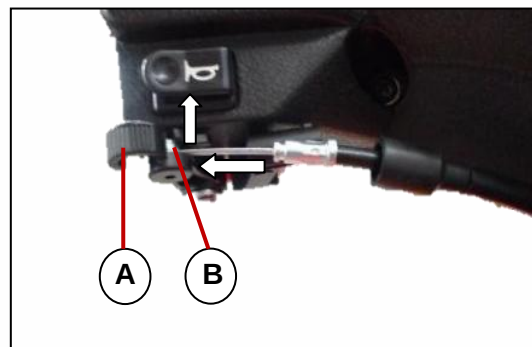

Fig. 8.59
- Retire la cabeza del cable del choke [B] halando hacia arriba. **Fig. 8.59**